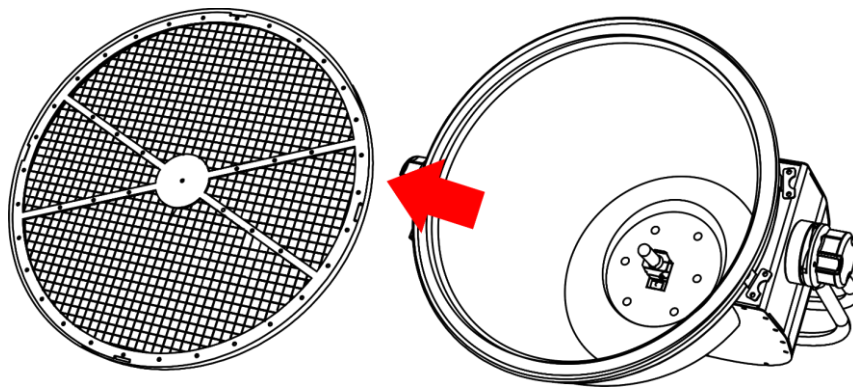

Fig. 05
- 04) Remove the lamp grill (Fig.05).